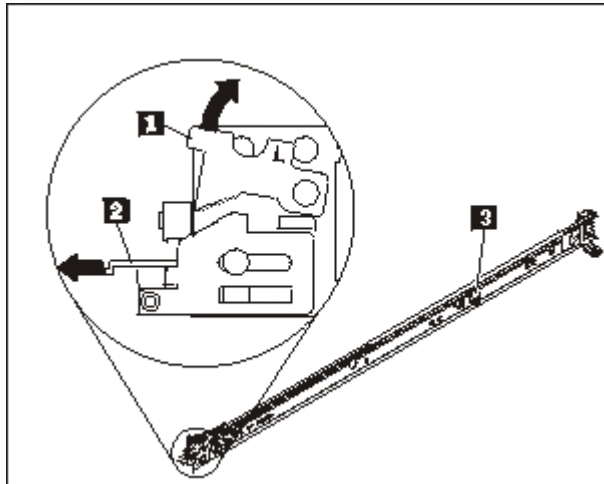

Figure 9. Vue des glissières
1. Ouvrez les loquets avant des glissières comme illustré dans la figure 9, à la page 20.